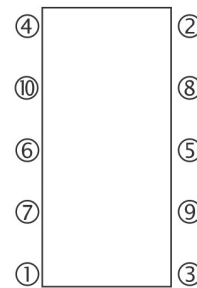

Fig. 11
- Pulire ed ingrassare accuratamente i tiranti, posizionarli sul telaio, quindi stringere i dadi in modo progressivo e uniforme nell'ordine indicato in Fig. 11 fino ad ottenere la quota corretta tra i piastroni (quota di serraggio) indicata sulla etichetta di identificazione. Verificare che questa quota sia uniforme sull'intero perimetro dei piastroni. Un serraggio eccessivo può deformare le piastre in modo irreparabile. Se si ritiene sia necessario stringere oltre il valore indicato, rivolgersi al centro di assistenza post-vendita di RIELLO S.p.A che saprà darvi le giuste indicazioni.